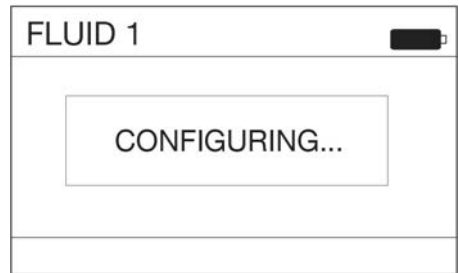

图 57
3. 配置文件标签有效时，配置（图 57）消息会出现在显示屏上。